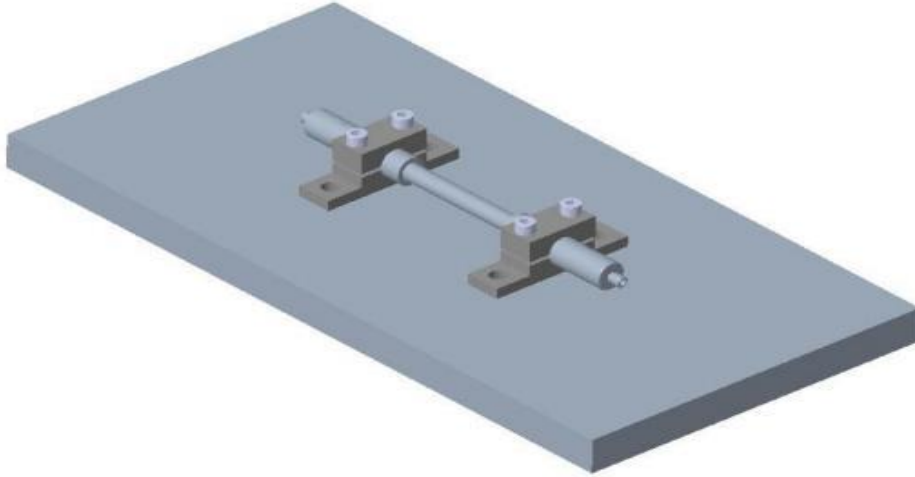

图 3.3.4 传感器安装示意图
3、在膨胀螺栓或焊接安装完成后，松开支座螺钉将辅助杆取出，再将传感器安装进支座内，如图 3.3.4 所示。调整传感器至合适位置后，用扳手将支座螺钉完全拧紧。